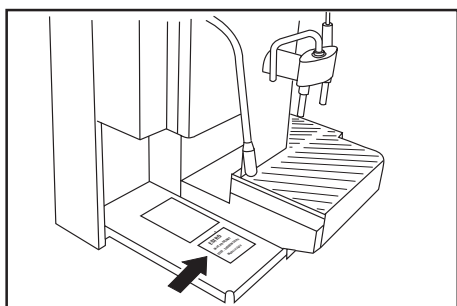

Fig. 1
- Die Maschine ist an ein passendes Stromnetz anzuschließen. Die technischen Daten sind dem Typenschild unter der Satzschublade zu entnehmen (Abb.1).